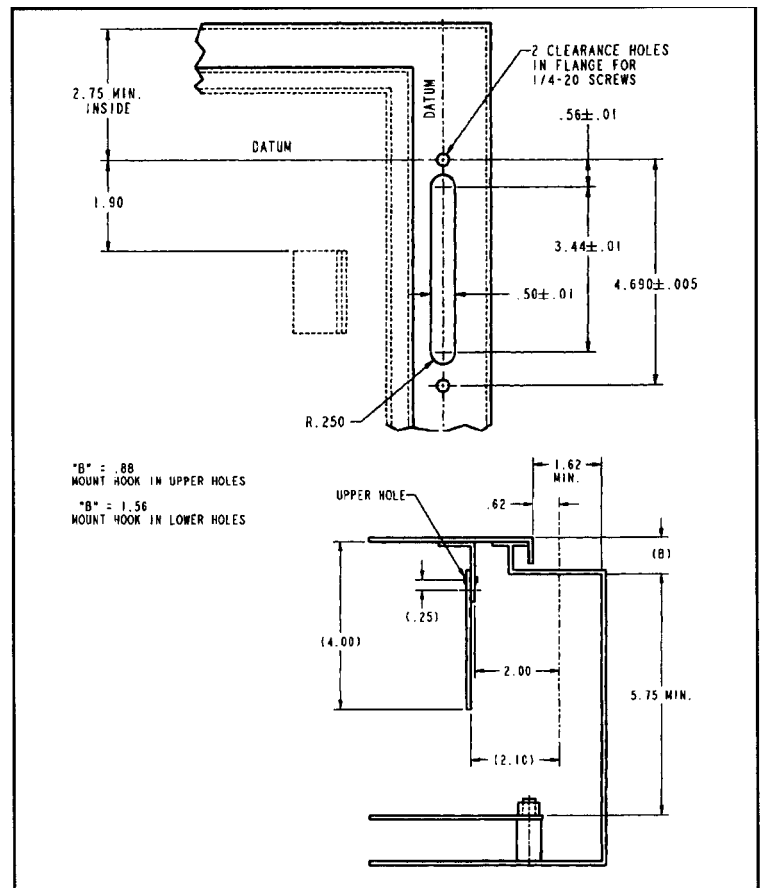

図 1-7： ハンドル用のフランジの穴開け例およびインタロックブレードの取付け寸法
2. 外部ハンドルメカニズムと付属のガスケットをエンクロージャのカットアウトに取付けます (カットアウトの寸法は、図 1-7 を参照してください)。外部ハンドルメカニズム用の上部 1/4-20 取付けねじおよび止めワッシャをエンクロージャに取付けて外部ハンドルメカニズムまで通し、軽く締めます (強く締めないでください)。
12. 適切なドア器具を取付けます。図 1-7 を参照してください。